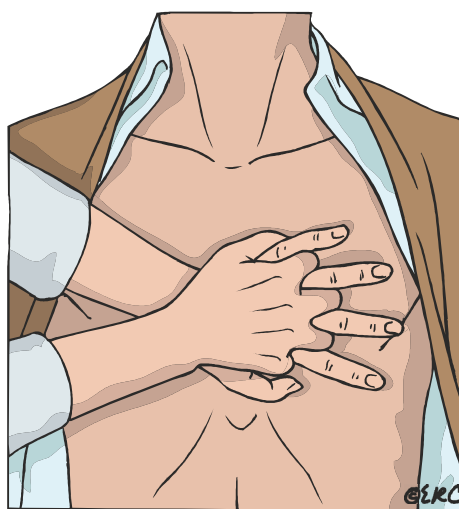

Рисунок 26 — Положите основание другой вашей ладони поверх первой
- ◆ положите основание другой вашей ладони поверх первой (рисунок 26);